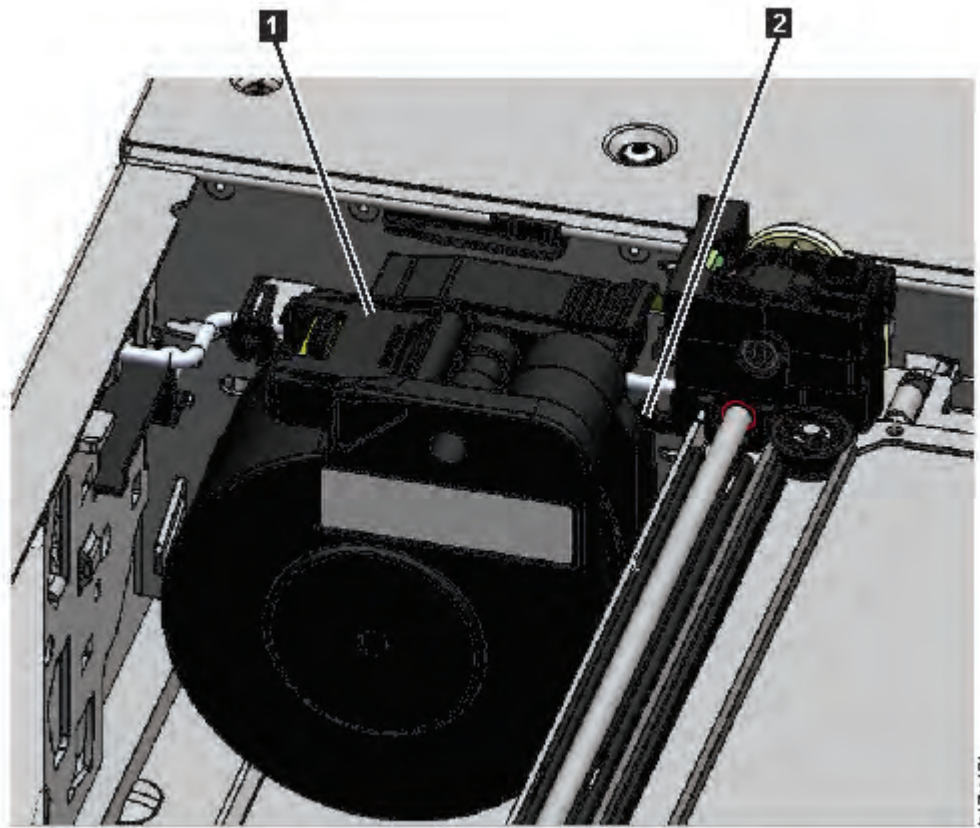

Figure 84. Câble d'enroulement en position arrêtée
Remarque : Notez l'emplacement où l'extrémité du câble d'enroulement pivote dans le manipulateur. Il est important de le savoir lorsque vous fixerez le nouveau câble d'enroulement au manipulateur. Découvrez **2** dans Figure 84, à la page 188.
9. Placez le connecteur d'enroulement (**1** dans Figure 84, à la page 188) en position de rangement.